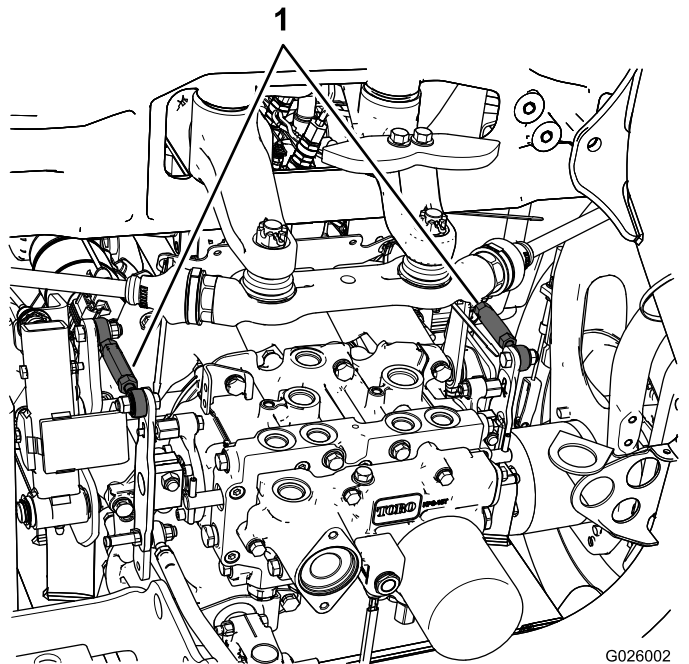

图49
- 如果左后轮胎正在旋转请松开左侧传动控制杆上的锁紧螺母图49。